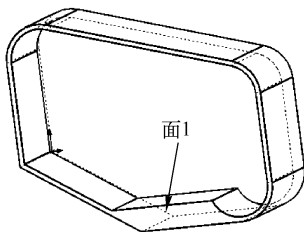

图 6-66 多厚度抽壳
- 2) 单击“参数”选项组（要移除的面）图标右侧的列表框，在图形区中选择开口面1，如图6-66所示，该面会在该列表框中显示出来。
- 7) 抽壳属性设置完毕，单击（确定）按钮，生成多厚度抽壳特征，其剖视图如图6-66所示。